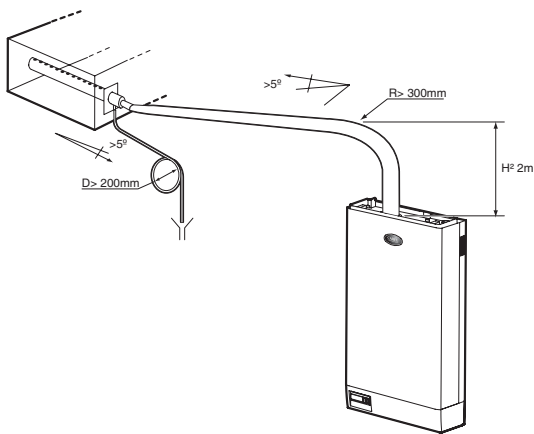
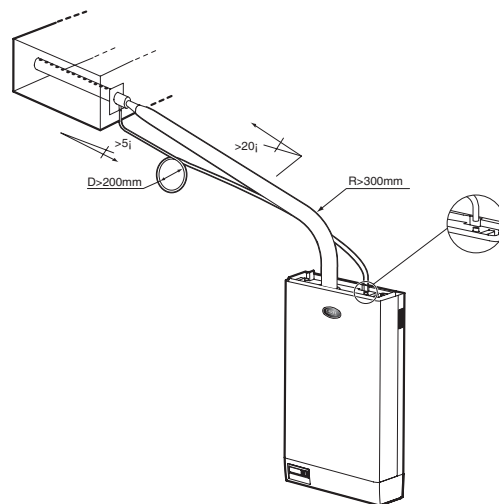

Fig. 4.6.2
Fig. 4.6.3
1. salida hacia arriba con un tramo vertical de al menos 300 mm, seguido de una curva con un radio mínimo de 300 mm y finalmente un tramo hacia abajo con una pendiente constante de no menos de 5° (ver Fig. 4.6.2);
2. para tiradas cortas (menos de 2 metros), curvas con un radio mínimo de 300 mm, seguidas de un tramo ascendente con una pendiente de no menos de 20° (ver Fig. 4.6.3).
1. rise upwards with a vertical section of at least 300mm, followed by a curve with a minimum radius of 300mm and finally a downwards section with a constant gradient of no less than 5° (see Fig. 4.6.2);
2. for short paths (less than 2 metres), curves with a minimum radius of 300 mm, followed by a rising section with a gradient of no less than 20° (see Fig. 4.6.3).
Debido a la recondensación del vapor producido, dentro del tubo de vapor y del distribuidor se forman condensados que se deben eliminar para evitar gorgoteos y pérdida de eficacia. El condensado es drenado por gravedad a través de un tubo adecuado para este propósito. La utilización de un tubo inadecuado puede ocasionar debilitamiento y rotura con las consiguientes fugas de vapor. Para evitar la liberación de vapor no condensado del tubo de condensados, se debe realizar un sifón haciendo un bucle en una parte del tubo de drenaje. El final del tubo de condensados se puede conectar al desagüe más próximo, con una pendiente mínima de 5° para favorecer un flujo correcto hacia abajo (ver Fig.4.6.2). Si la distancia del distribuidor lo permite, se puede conectar el tubo a la conexión C, suministrada, que se atornillará en la parte superior del humidificador, para drenar el condensado en el tanque de alimentación del cilindro (ver Fig. 4.6.3).
The end of the condensate pipe can be connected to the nearest drain pipe, with a minimum slope of 5° to assist correct downflow (see Fig.4.6.2).
If the distance of the distributor allows, the pipe may be connected to fitting C, supplied, to be screwed onto the top of the humidifier, in order to drain the condensate back into in the supply tank of the boiler (see Fig. 4.6.3).